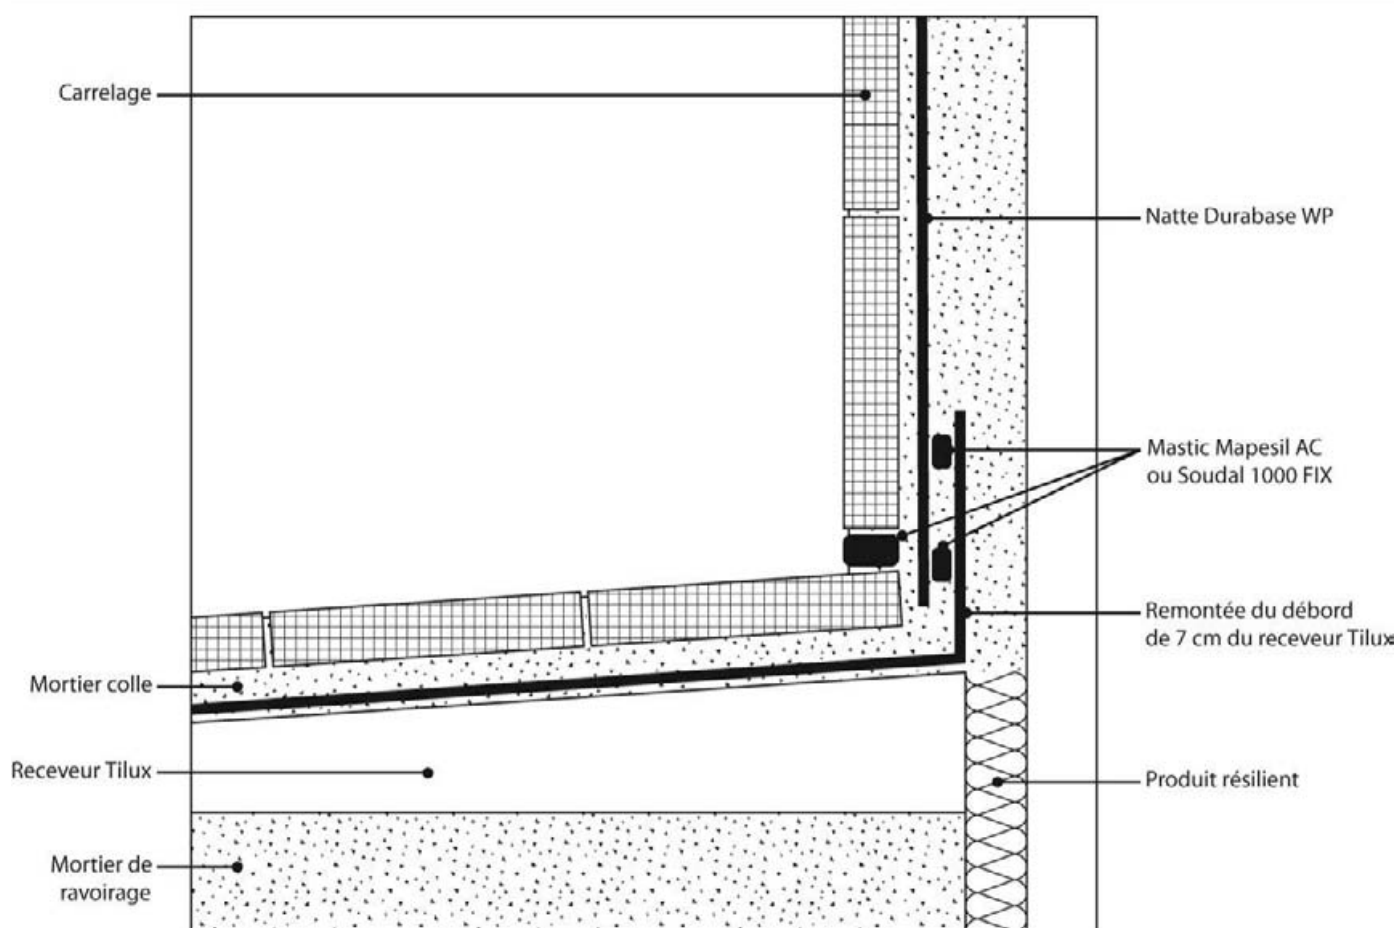

Figure 3 - Traitement du raccord receveur/paroi verticale avec la natte WP et le receveur TILUX
4.51 Raccordements receveur-paroi verticale (figure 3)